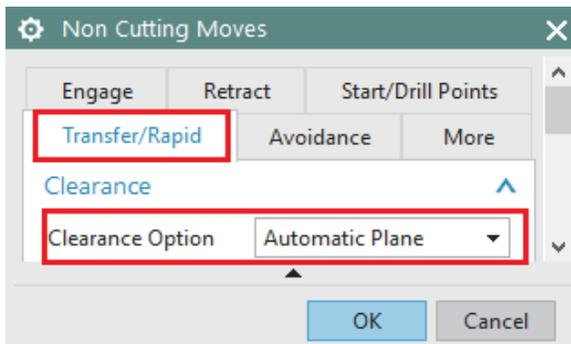
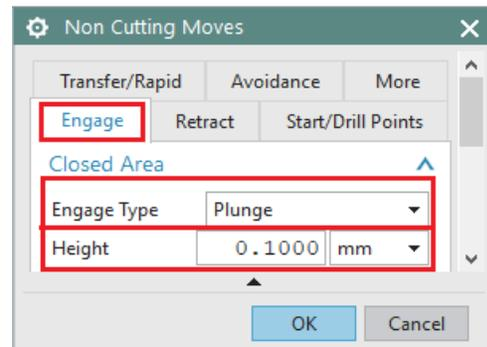

Figura 3.29 Transfer Rapid
Figura 3.30 Engage
- Seleccionar **Non Cutting Moves** aparecerá la siguiente ventana(*Non Cutting Moves*), ir a la pestaña *Transfer/Rapid*, en *Clearance>>Clearance Option>>Automatic Plane* (Figura 3.29), después ir a la pestaña *Engage*, en *Closed Area>>Engage Type>>Plunge* y en *Height>> 0.100 mm* (Figura 3.30), finalmente ir a la pestaña *Start/Drill Points*, en *Region Start Points>> Default Region Start>> Corner* (Figura 3.31). Dar click en *Ok*.